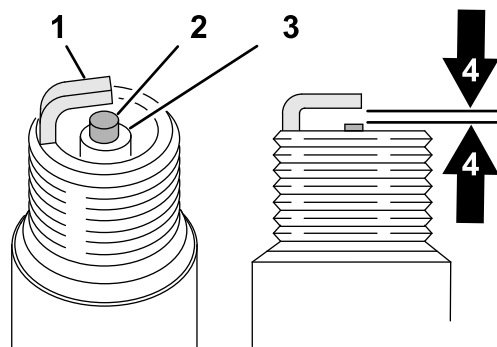

Figura 30
4. Verificate che la candela non presenti usura o danni (Figura 30).
5. Verificate la distanza tra le candele con una sezione di cavo (Figura 30).